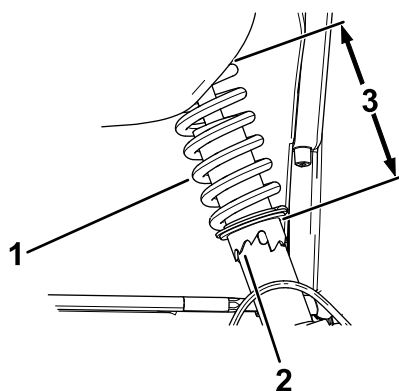

Figura 51
2. Se o alinhamento da roda estiver desalinhado, utilize a chave de aperto para rodar o anel na mola amortecedora para alinhar a roda (Figura 51).